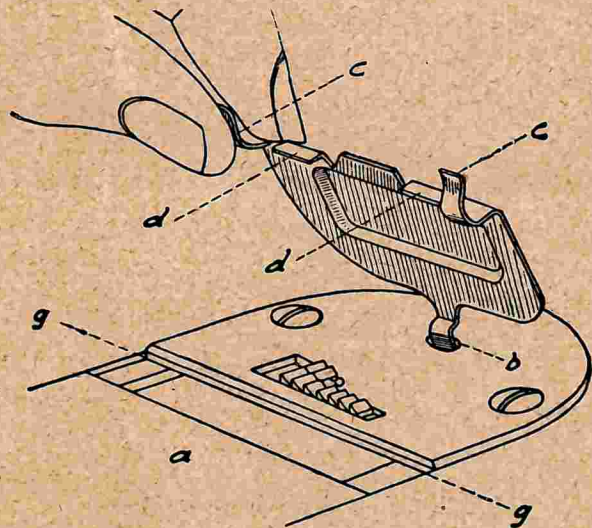

Abb. 16
an der Kante g-g der Stichplatte anliegen. Hierauf schließe man den Schieber a wieder fest, wobei darauf zu achten ist, daß sich die Ecken c-c unter den Schieber legen. (Siehe Abb. 16).
2. Beim Stopfen stellt man die Stichstellschraube der Kl. 30 auf 0, besser noch ist es, und bei Kl. 30/31 sogar nötig, die beigegebene Überdeckstichplatte (Abb. 16) zu benutzen, damit das weiche Stopfgarn nicht an den Transporteurzähnen durchgescheuert wird.